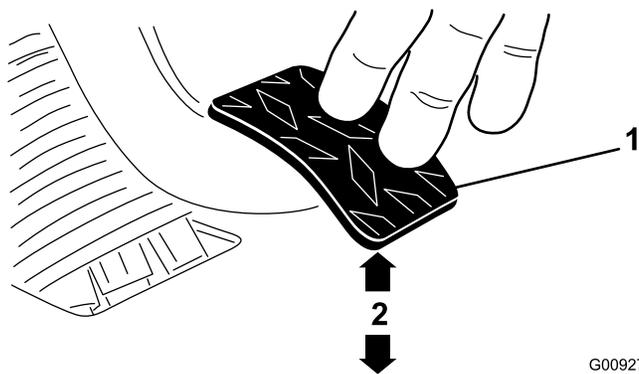

Figura 58
3. Ajuste las contratueras o la articulación esférica hasta que el borde trasero del pedal del embrague esté a 9.2 mm – 9.8 cm ($3\frac{5}{8}$ " – $3\frac{7}{8}$ ") del borde superior del dibujo a rombos de la chapa de suelo al aplicar una fuerza de 1.8 kg (4 libras) al pedal (Figura 58).